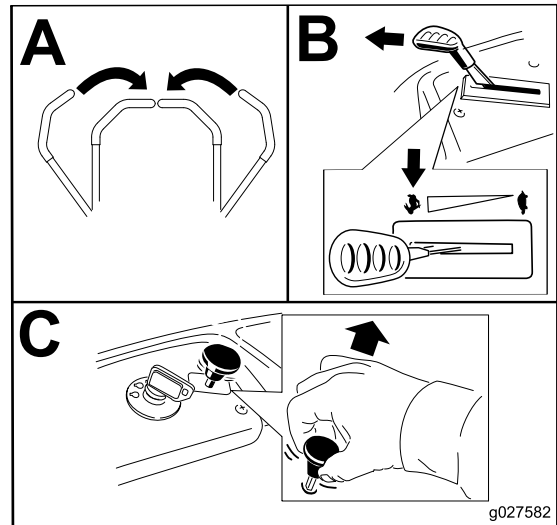

Figura 11
Nota: Engate sempre as lâminas com o acelerador na POSIÇÃO Rápida (Figura 11).
1. Desengate as lâminas deslocando o interruptor de controlo de lâmina na posição DESLIGAR (Figura 11).